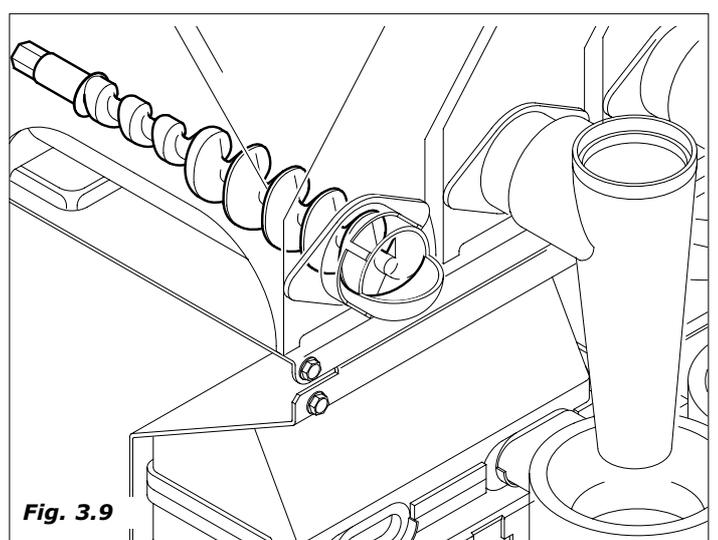

Fig. 3.9
- Se activa el motorreductor de producto soluble haciendo girar la espiral del contenedor de producto y dispensando sobre la batidora la dosis programada, (en algunas versiones, primero se dispensa el producto sobre la batidora) (*Fig.3.9*)